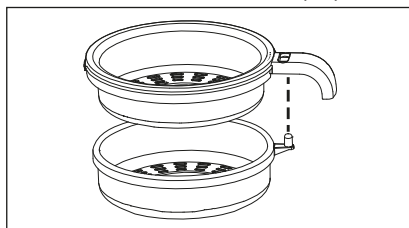

Fig. 1
- Rør ikke direkte ved pressekeglen ❷/❸, når den drejer, og hold ikke bestik eller andre genstande hen til dele, der drejer rundt. Hold tøj og hår på afstand af drejelige dele.
- ◆ Vikl tilslutningsledningen af ledningsopviklingen ❷.
- ◆ Stil soklen ❾ på en tør og plan overflade.
- ◆ Sæt sien sammen ❹/❺. Læg de to dele over hinanden, så indstillingsknappen ❻ rager ud af åbningen på overdelen ❹ (Fig. 1). Tryk de to dele sammen, indtil de klikker på plads.